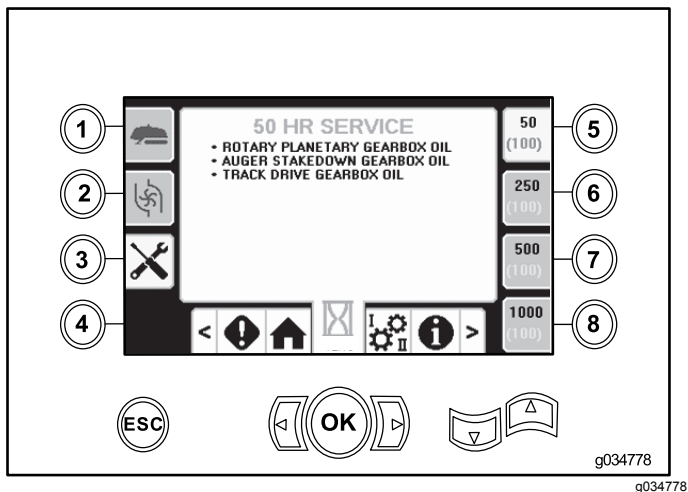

Figura 43
- Botón 5 – Programa de mantenimiento de 50 horas (Figura 43)